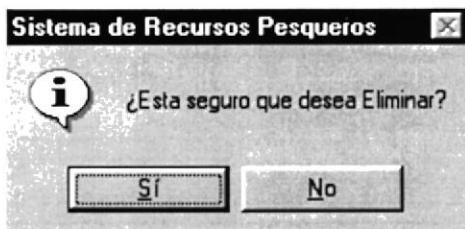

Figura 8.25 Mensaje de Eliminar
2. Nos sale una pantalla de si esta seguro de Eliminar (ver figura.8.25)